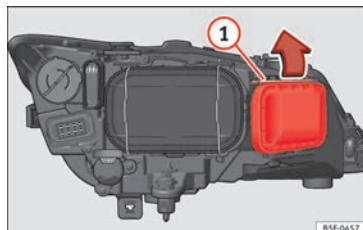

Fig. 108 Lámpara de luz de carretera.
- Desplace el tirante » fig. 108 (1) en el sentido de la flecha y saque la tapa.